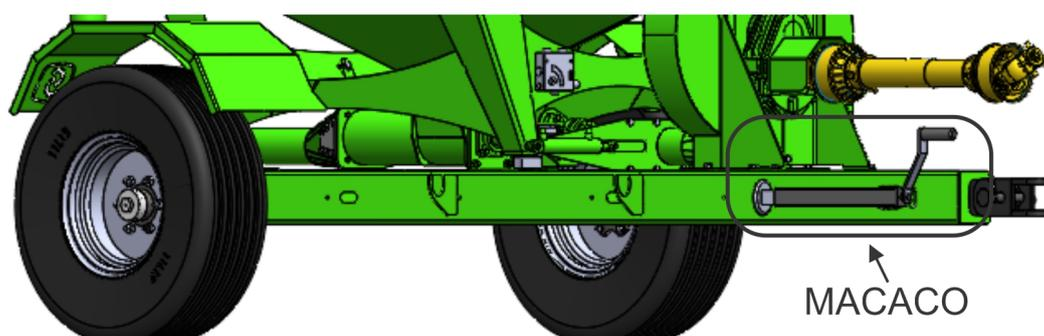

Figura 5.2 – Macaco pedestal.
5. Após engatado, gire a manivela até liberar o macaco, em seguida gire o macaco, e o alojé na posição horizontal, conforme figura 5.2;